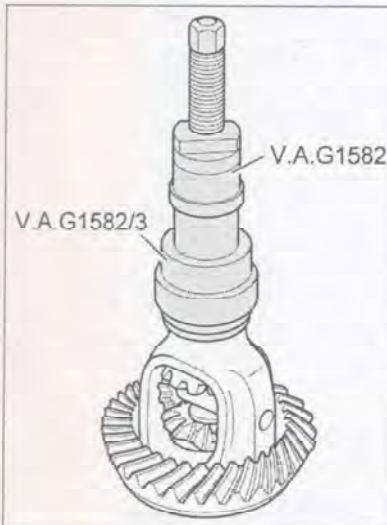

Рис. 7.287. Снятие внутренней обоймы малого роликоподшипника.
1. Установите на коробку сателлитов приспособление MP 3-467 и спрессуйте обойму малого роликоподшипника с помощью специального инструмента (рис. 7.287).
4. Установите на коробку сателлитов приспособление MP 3-467 и спрессуйте обойму малого роликоподшипника с помощью специального инструмента (рис. 7.287).